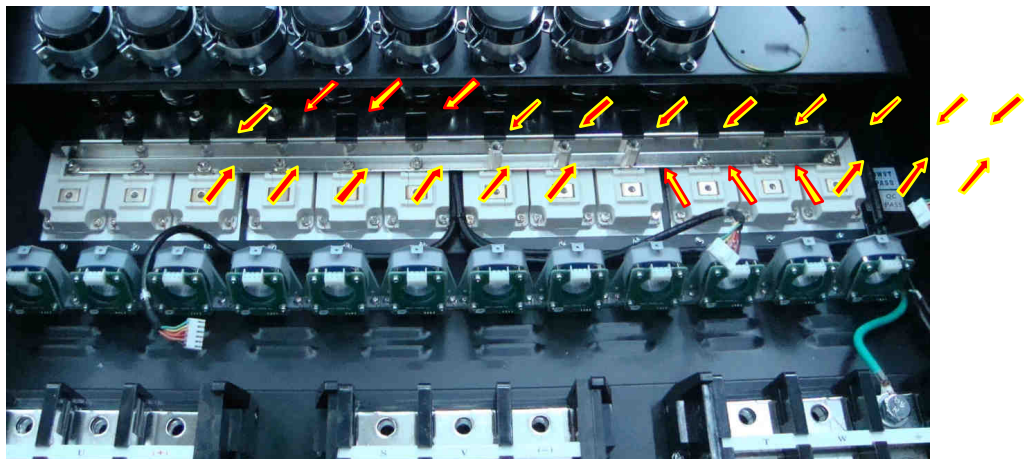
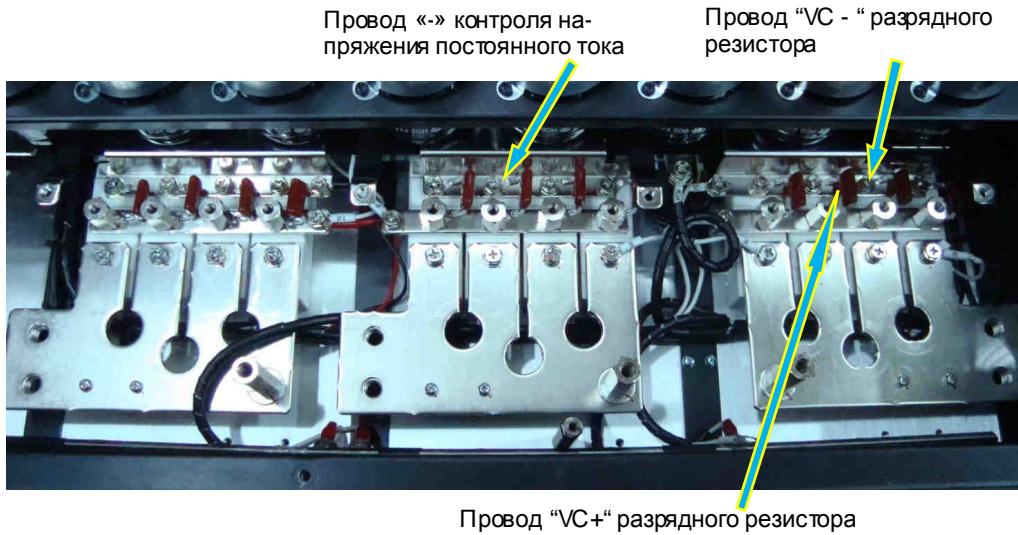

Рис. 7.21.
Рис. 7.22.
7.11.3.4. Вкрутить неплотно винты (18 шт., красные стрелки) и резьбовые втулки (6 шт., желтые стрелки) крепления шин «+» и «-» блока конденсаторов в контакты «2», «3» модулей IGBT (рис. 7.21).
7.11.3.5. Вкрутить неплотно винты (14 шт.) крепления шины «-» блока конденсаторов в контакты «3» диодно-тиристорных модулей, одновременно присоединив в выводы балластных конденсаторов, провода «VC-» и «VC+» разрядного резистора, провод «-» контроля напряжения постоянного тока (рис. 7.22).
7.11.3.7. Окончательно затянуть винты крепления шин блока конденсаторов к контактам модулей IGBT и диодно-тиристорных модулей (рис. 7.21, 7.22), затянуть винты крепления проводов «VC-» и «VC+» разрядного резистора (рис. 7.22). Затянуть винты (4 шт.) крепления блока конденсаторов к основанию корпуса (рис. 7.19).